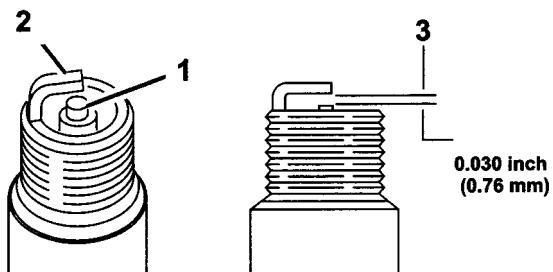

Рисунок 30
11. Установите зазор 0.76 мм (Рис. 30)